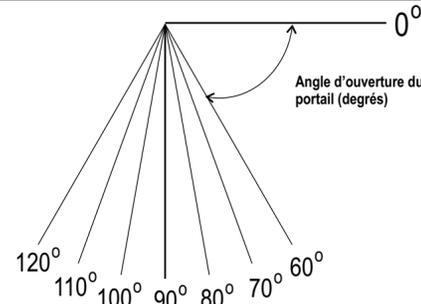

Figure 1 Angle de Rotation du Portail
- Faites une estimation de l'angle de rotation du grille à l'aide des diagrammes des figures 1